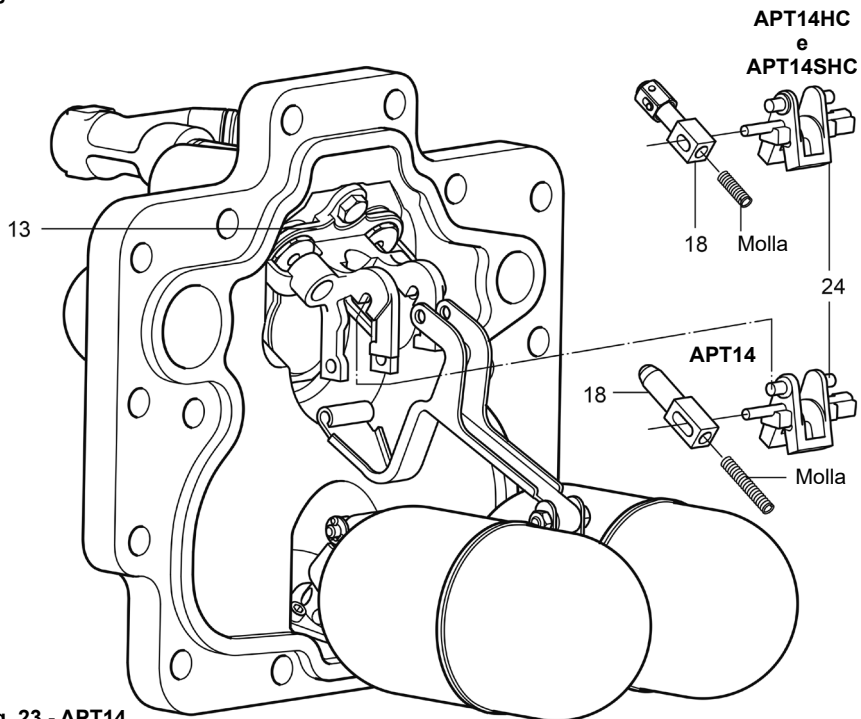

Fig. 23 - APT14
7. Rimuovere la valvola di sfiato dal braccio di azionamento (particolare 24, Fig. 23), facendo attenzione a non far fuoriuscire o danneggiare la piccola molla antagonista.